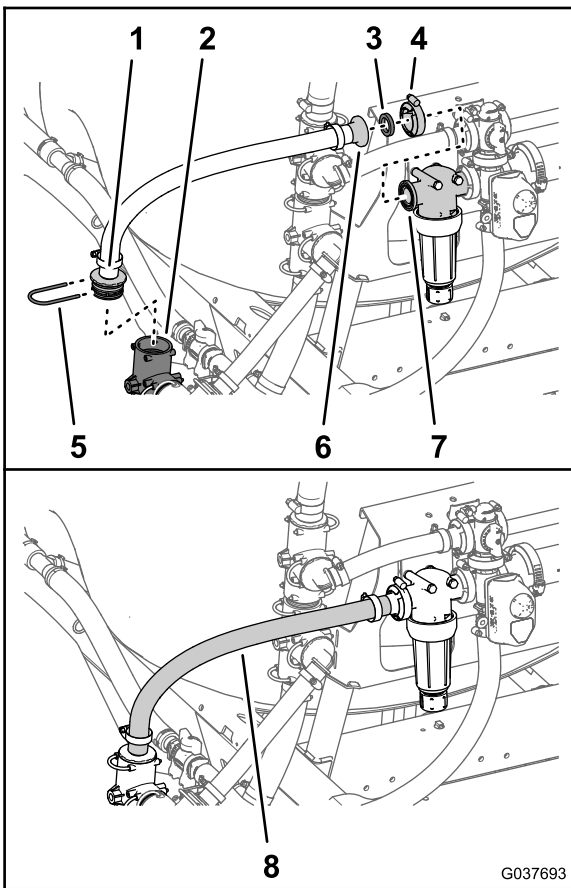

Bild 60
1. Befestigen Sie das gerade, gezahnte Anschlussstück des Verteilerzulaufschlauchs mit dem Halter, den Sie in Schritt 5 in Entfernen des Rührwerk-Sicherheitsventils und der Sprühfahrzeug-Zulaufschläuche \(Seite 18\) entfernt haben, am T-Anschlussstück der Sprühpumpe (Bild 60).
- Befestigen Sie das gezahnte Flanschanschlussstück des Verteilerzulaufschlauchs und die Dichtung (25 mm x 35 mm) mit einer Flanschklemme (40 mm bis 64 mm) am Flansch des Filterkopfes (Bild 60).